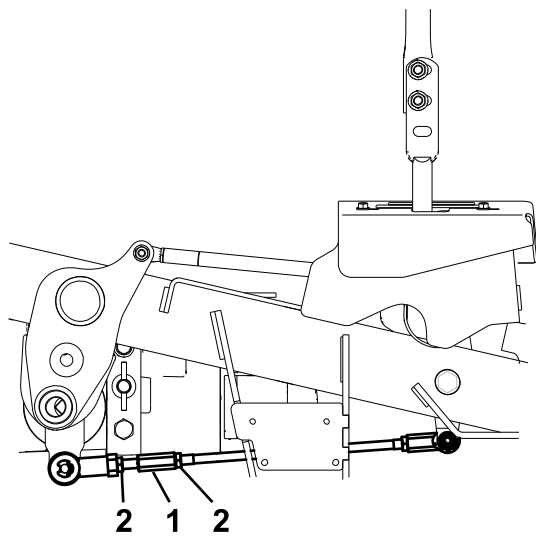

Figure 67
10. Réglez la longueur des tiges de pompes en tournant les doubles écrous dans le sens voulu jusqu'à ce que les roues tournent légèrement en marche arrière (Figure 67).